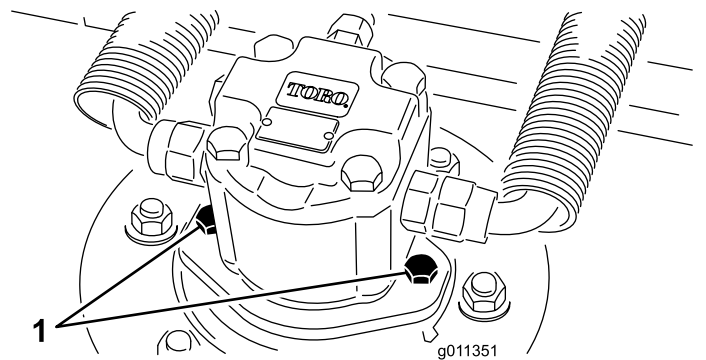

Figure 82
2. Débranchez et déposez le moteur hydraulique de l'unité de coupe (Figure 82). Couvrez le dessus de l'axe pour éviter toute contamination.
3. Montez le moteur hydraulique sur l'unité de coupe (Figure 82). Vérifiez que le joint torique est en place et en bon état.